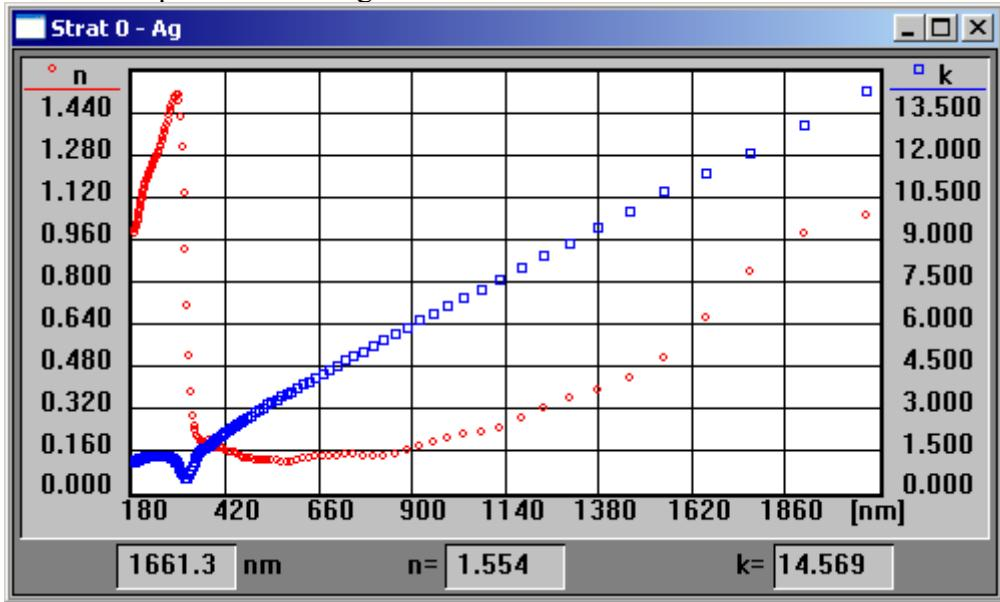

Fig. 8.17
k. Graficul are forma reprezentata in Fig. 8.17